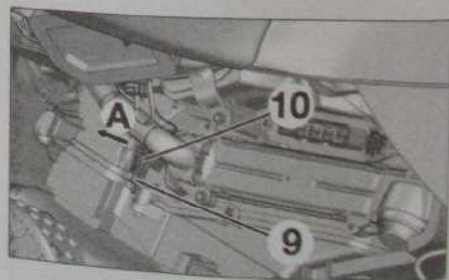

Fig. 36
- Débrancher le connecteur (9) (Fig. 36).
- Déposer la sonde de température (10) suivant la flèche (A).